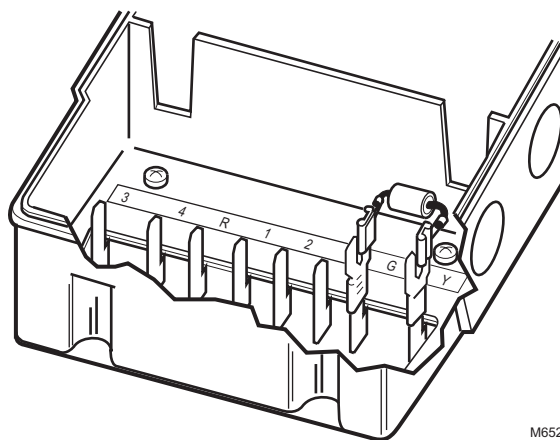

Fig. 11. Comment fixer une résistance de shunt aux servomoteurs TRADELINE.
- Le régulateur W902 requiert une résistance de rétroaction de la course complète de 115 ohms. Sélectionner et fixer la résistance de shunt qui convient entre les bornes Y et G (voir le Tableau 5 et la Fig. 11).
- L'asservissement d'un moteur de série 90 requiert une résistance de rétroaction de la course complète de 142 ohms. Sélectionner et fixer la résistance de shunt qui convient entre les bornes Y et G (voir le Tableau 5 et la Fig. 11).